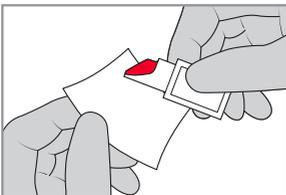
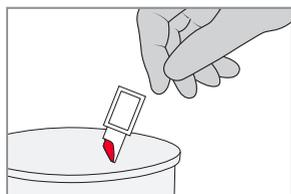

ABBILDUNG 3-7
ABBILDUNG 3-11
- d) Zum Abschließen der Messung gehen Sie bitte entsprechend den Schritten g-l und *ABBILDUNG 3-7* bis *ABBILDUNG 3-11* in Abschnitt 3.1 *Kapillarblut* vor. Starten Sie die Messung spätestens 40 Sekunden nach dem Befüllen der Mikroküvette.